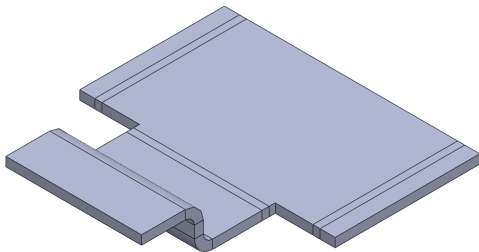

图 9-30 创建转折特征效果
(5) 单击【确定】按钮，即可创建转折特征，如图 9-30 所示。